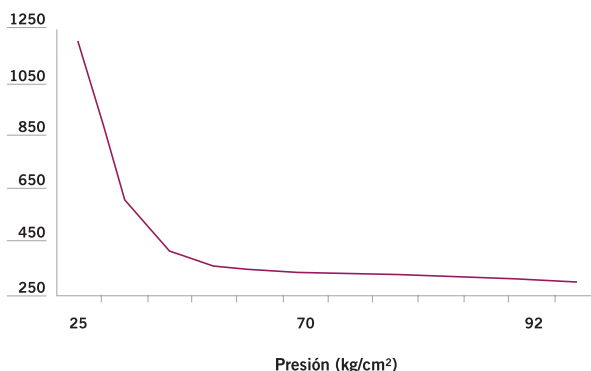

Figura 1
flujo, y se sigue sacando, trae aparejado el riesgo de que si es gas lo que entró (por pistoneo) comienza a migrar inmediatamente y dado que cada vez tiene menos presión hidrostática encima se va expandiendo, al principio imperceptiblemente. Si recordamos que la expansión del gas responde a una función hiperbólica: $P \times V = \text{CONSTANTE}$. Donde P = presión del gas y V = volumen del gas (figura 1).
Por lo tanto durante un tiempo (mientras migra y la presión va bajando en el tramo que hemos marcado como zona A en la figura 1) la expansión es muy pequeña y difícil de percibir en el tanque de maniobra si se está sacando herramienta, pero luego la expansión es violenta con una pérdida grande de presión hidrostática en el pozo, lo que provoca la entrada de nuevo gas de formación (ya no por pistoneo sino por falta de presión hidrostática) y se tendrá así una surgencia que puede terminar en un descontrol.
- Si la presión se estabiliza y luego sube gradualmente, esto indica que hay gas migrando. En este caso el ahogue por etapas es riesgoso por cuanto si se ahoga y luego se comienza a bajar, el gas que seguirá migrando y expandiéndose al principio en forma imperceptible durante un tiempo (zona A, figura 1) pero, dependiendo del volumen del gas y la velocidad de migración, puede pasar a ser violenta con la consiguiente pérdida de presión hidrostática en el pozo y puede terminar en un descontrol y sus consabidas consecuencias. Por lo tanto no es conveniente practicar este método. Lo recomendable, por seguridad, es: